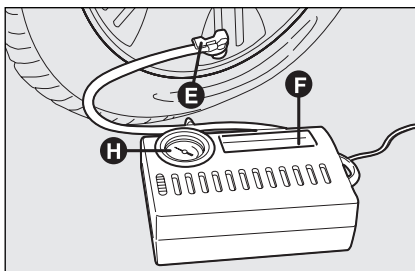
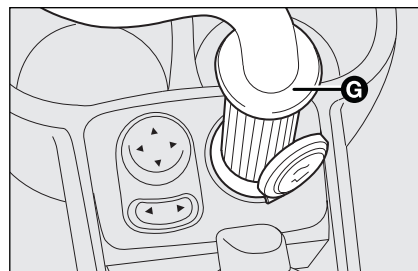

fig. 18
fig. 19
- ☐ innestare quindi bloccare con l'apposita levetta **E-fig. 18** il tubo flessibile del compressore d'aria **F** alla valvola del pneumatico;
- ☐ avviare il motore, inserire la spina **G-fig. 19** nella presa di corrente da 12V ubicata sul tunnel centrale e gonfiare il pneumatico al corretto valore di pressione. Si consiglia di verificare il valore della pressione del pneumatico sul manometro **H-fig. 18** con il compressore spento, al fine di ottenere una lettura più precisa;